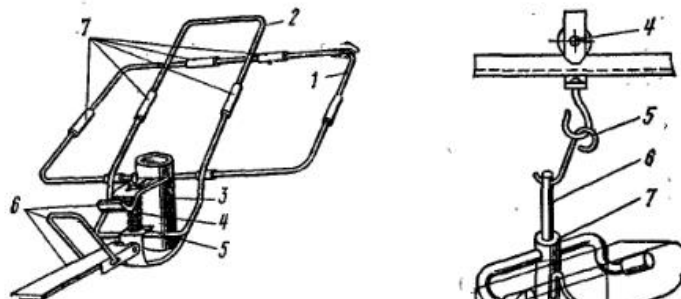

Рис. 147. Захват для крепления испарителя холодильного агрегата:
**ЗАХВАТ ДЛЯ КРЕПЛЕНИЯ ИСПАРИТЕЛЯ ХОЛОДИЛЬНОГО АГРЕГАТА.** Захват устанавливается на необходимую высоту при помощи стопорного болта направляющей втулки 3 (рис. 147). Испаритель помещается на нижнюю прижимную рамку 1. Петля механизма крепления 6 в испарителе надевается на крючок, жестко закрепленный на направляющей втулке. Верхняя прижимная рамка 2 при опускании вниз рычага механизма крепления прижимает верхнюю стенку испарителя к нижней прижимной рамке.